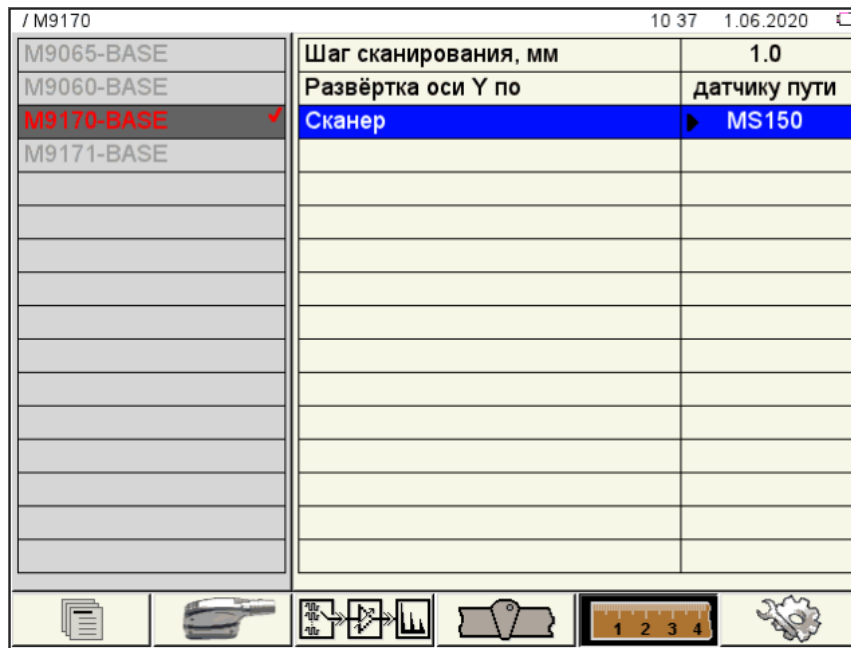

Рисунок 11 – Окно настроек параметров сканирования. Выбрана конфигурация M9170-BASE
2.3.3 Выбрать раздел «Настройка параметров сканирования»  – клавиша **F5** и перейти к редактированию параметров (рисунок 11). Выбрать конфигурацию, которая будет использована при калибровке и соответственно при последующем за ней процессом контроля.